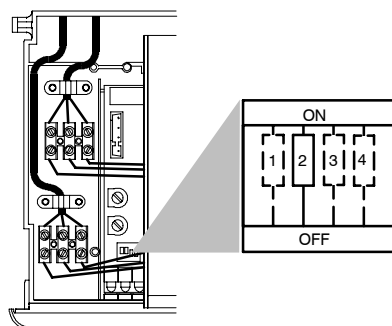

fig. 8.3
- 8 Posizionare il micro selettore "2" fig. 8.3 in OFF per il gas Butano e Propano, in ON per il gas Metano.